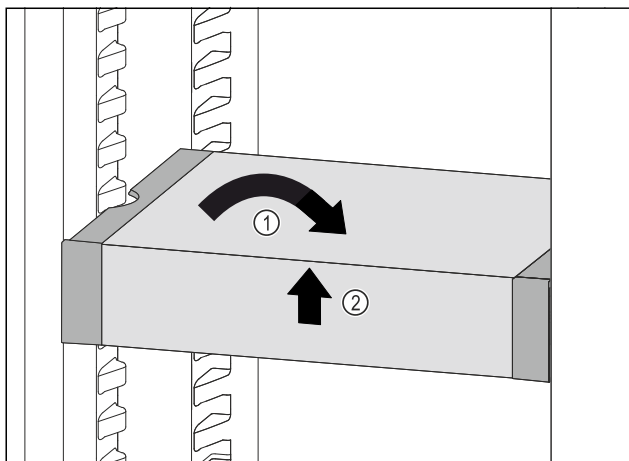

Fig. 103
- Ispravite VarioSafe. Fig. 103 (1)
- Podignite sprijeda VarioSafe. Fig. 103 (2)